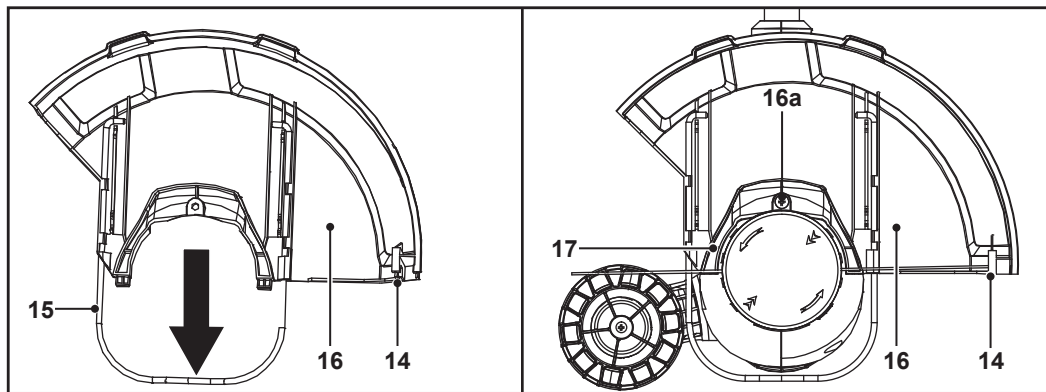

Fig. 2
**AVISO!** A LÂMINA DE CORTE DO FIO (14) NA PROTEÇÃO (16) É AFIADA. SE NÃO EVITAR O CONTACTO, PODE PROVOCAR FERIMENTOS PESSOAIS GRAVES.
1. Coloque a proteção (16) sobre a cabeça de corte (17) (Fig. 2).
2. Fixe a proteção (16) com o parafuso e a anilha (16a) (Fig. 2).